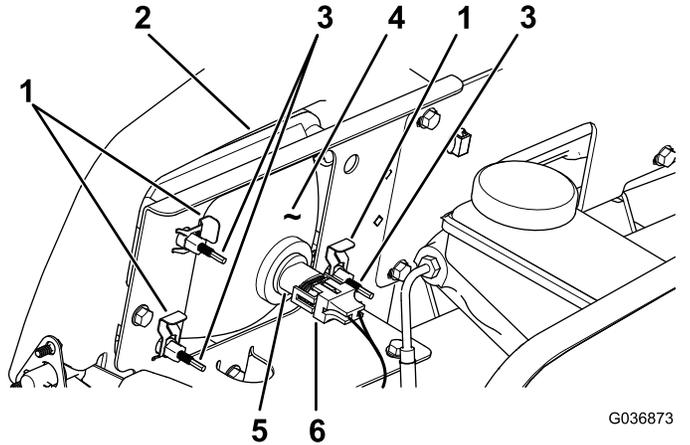

図 39
3. ランプアセンブリのコネクタから、ハーネス用のコネクタを外す **図 39**。
4. ヘッドライトをヘッドライトブラケットに固定しているスピードクリップを外す **図 39**。
5. ヘッドライトアセンブリ全体を前に押し出して、前バンパーから外す **図 39**。
6. 取り付け穴に新しいヘッドライトを取り付ける **図 39**。
8. ハーネス用のコネクタを、新しいランプアセンブリのコネクタに接続する **図 39**。
2. ヘッドライトアセンブリの裏側部分にある調整ねじ 図 39を回してヘッドライトアセンブリの角度を変えてビームの方向を調整する。